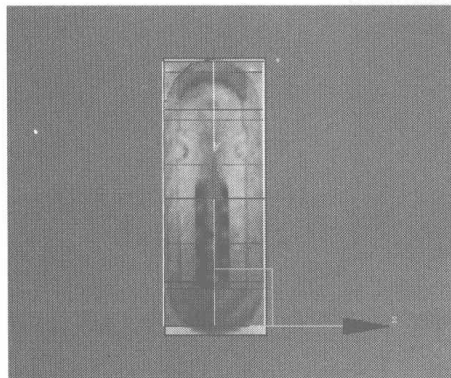
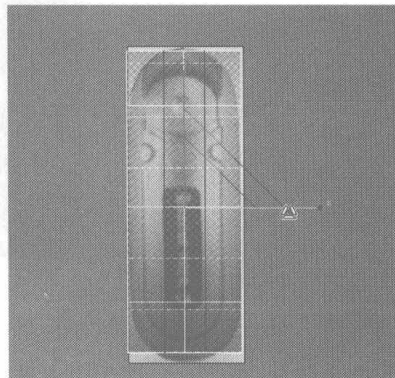

图 3.14
图 3.15
- 11** 切换为线编辑，在 Front 视图中选择如图 3.14 所示的曲线，单击右键，选择 Connect 命令添加两条细分线，在工具栏中单击  按钮，将添加的两条线以同一中心向内缩放，如图 3.15 所示。